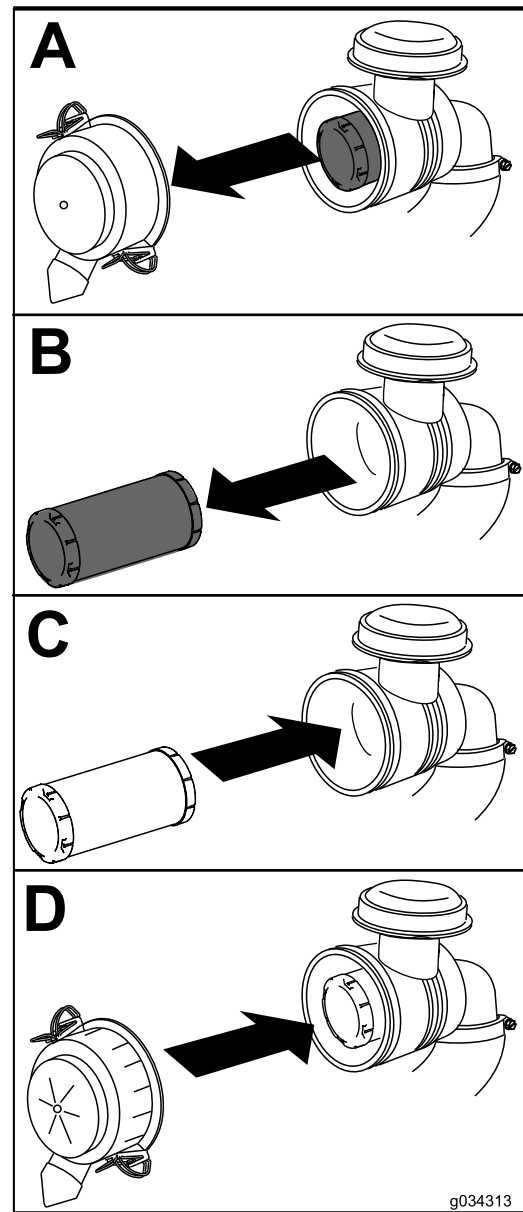

Figura 37
1. Extraiga con cuidado el elemento del limpiador de aire de la carcasa del limpiador de aire (Figura 37).
4. Instale la tapa del limpiador de aire con el lado marcado UP hacia arriba, y cierre los enganches (Figura 37).